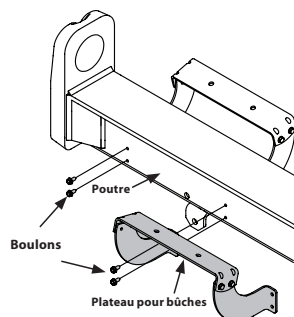

Figure 6
15. Enlevez le plateau de la poutre du côté de la soupape de contrôle. Pour ce faire, retirez les deux boulons qui fixent le plateau aux supports soudés de la poutre et les deux boulons sur la poutre. Voir Figure 6.